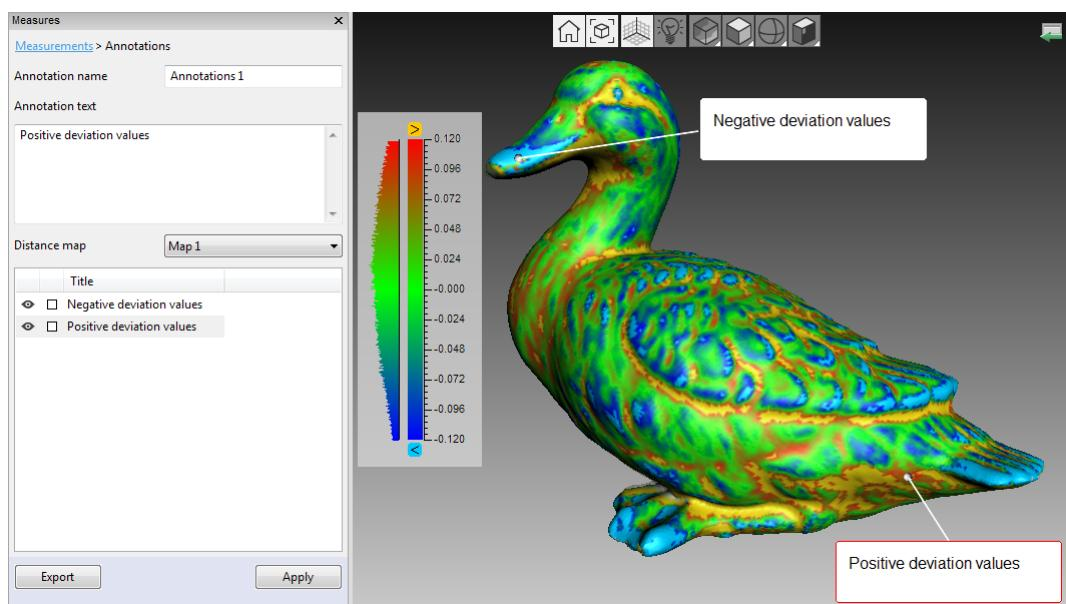

Рис. 9.14: Аннотация на модели с картой расстояний
Инструмент *Аннотаций* позволяет вам помечать заслуживающие внимания поверхности или карты расстояний. Аннотация может состоять из одной или нескольких меток, которые выглядят как прямоугольные ярлыки с соединительными линиями, указывающими на соответствующие элементы поверхностей (см. Рис. 9.14).
5. Для создания новой метки повторите шаги 3 и 4. Каждая новая метка, помимо появления на поверхности, добавляется в список аннотаций на панели *Измерения* (см. Рис. 9.14). Вы можете скрыть/отобразить метки в списке или изменить их цвет. Для этого нажмите пкм и выберете соответствующую опцию из контекстного меню. Также можно использовать флаг  для отображения/скрытия меток и квадратную кнопку для изменения их цвета.
- Выберите метку в окне *3D вида* и ее граница станет красной (см. выделенную метку на Рис. 9.14). Нажмите клавишу *Del*.